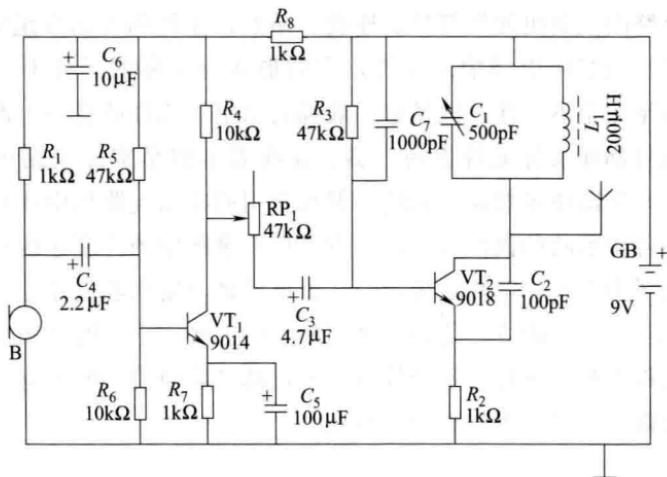

图 1-1 调幅音频发射电路
单元电原理图是电子产品整机电原理图中的一部分，并不单独成一张图。在一些书刊中，为了给分析某一单元电路的工作原理带来方便，将单元电路单独画成一张图纸。下面通过图 1-1 所示调幅音频发射电路图的例子，作进一步的说明。调幅音频发射电路其发
射频率可在 $500\sim1600\text{kHz}$ 之间调整， C_1 、 C_2 、 L_1 、 VT_2 组成调幅振荡器电路，振荡频率可以通过调整 C_1 的电容量来调整。音频信号经过 VT_1 及其外围元件组成的放大电路放大后，再经过 RP_1 、 C_3 耦合到 VT_2 基极，与 VT_2 振荡器产生的载波叠加在一起后通过发射天线将音频信号发射出去。发射天线可以用一根 1m 左右的金属导线代替，元器件参数见图 1-1。
① 图形符号 图形符号是构成电路图的主体。在图 1-1 中，各种图形符号代表了组成调幅音频发射电路的各个元器件。例如，小长方形表示电阻器，两道短杠表示电容器，连续的半圆形表示电感器等。各个元器件图形符号之间用连线连接起来，就可以反映出调幅音频发射电路的结构，即构成了调幅音频发射电路的电路图。
② 文字符号 文字符号是构成电路图的重要组成部分。为了进一步强调图形符号的性质，同时也为了分析、理解和阐述电路图的方便，在各个元器件的图形符号旁，标注有该元器件的文字符号。例如在图 1-1 中，文字符号“R”表示电阻器，“C”表示电容器，“L”表示电感器，“VT”表示晶体管等。在一张电路图中，相同的元器件往往会有许多个，这也需要用文字符号将它们加以区
别，一般是在该元器件文字符号的后面加上序号。例如在图 1-1 中，电阻器分别以“ R_1 ”、“ R_2 ”等表示，电容器分别标注为“ C_1 ”、“ C_2 ”、“ C_3 ”等，晶体管有两个，分别标注为“ VT_1 ”、“ VT_2 ”。
③ 注释性字符 注释性字符用来说明元器件的数值大小或者具体型号，通常标注在图形和文字符号旁，它也是构成电路图的重要组成部分。例如图 1-1 所示图中，通过注释性字符即可以知道：电阻器 R_1 的阻值为 $1k\Omega$ ， R_2 的阻值为 $1k\Omega$ ；电容器 C_1 的电容值为 $500pF$ ， C_2 的电容值为 $100pF$ ， C_3 的电容值为 $4.7\mu F$ ；晶体管 VT_1 、 VT_2 的型号分别为 9014、9018 等。注释性字符还用于电路图中其他需要说明的场合。由此可见，注释性字符是分析电路工作原理，特别是定量地分析、研究电路工作状态所不可缺少的。